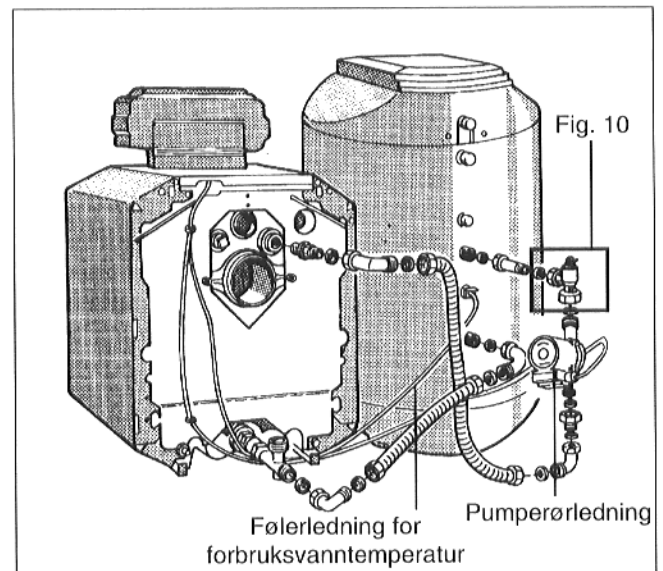

Fig. 9
- Legg følerledningen for forbruksvanntemperaturen og pumperørledningen svært omhyggelig (monteringsanvisning for fyringskjelen hhv. berederen), (fig. 9).
- Fyll fyringskjelen langsomt på fylle- og tappekranen (fig. 9).